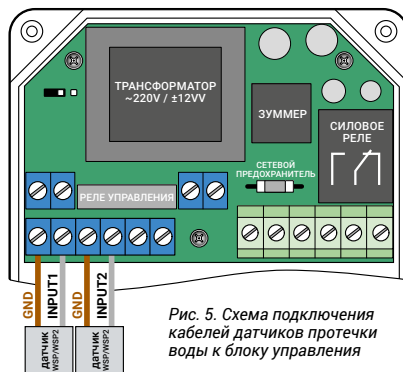

Рис. 5. Схема подключения кабелей датчиков протечки воды к блоку управления
6.2. Рис. 5. Схема подключения кабелей датчиков протечки воды к блоку управления. Клеммы для подключения датчиков: **INP** – любой цвет провода датчика; **GND** – любой цвет провода датчика.